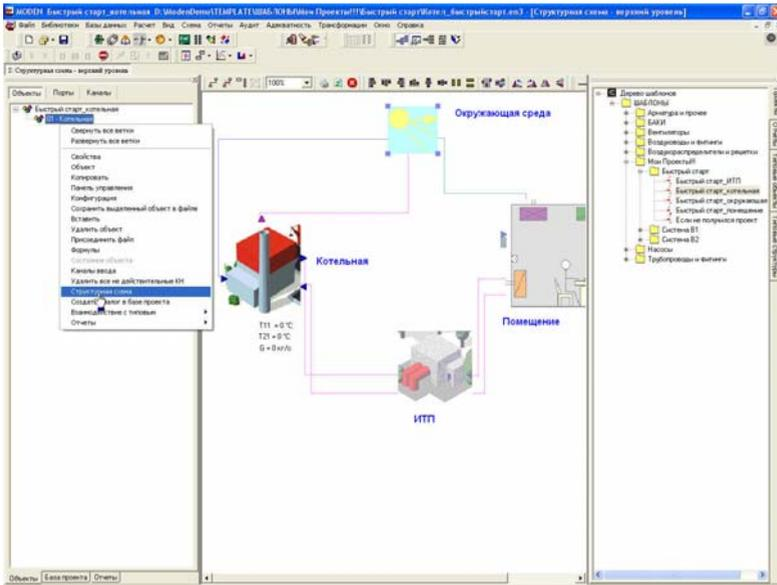

Рис. 2.8. Структурная схема
2. После загрузки в левом окне появилось новое окно «Дерево объектов». Должна быть отжата закладка «Объекты», как сверху, так и снизу окна. Станем курсором мыши на объект 01_Котельная и по щелчку правой кнопки мыши в выпадающем окне найдем команду «Структурная схема». Запустим ее (рис. 2.8). На структурной схеме проявилась схема будущего проекта. Обязательно переместите рычажок на яркости фоновой картинке немного влево, если картинка не видна. На ней пока лишь один «живой» элемент – «Котельная», все остальные – лишь рисованные картинке. Именно на них следует поместить «кубики» последующих элементов системы.